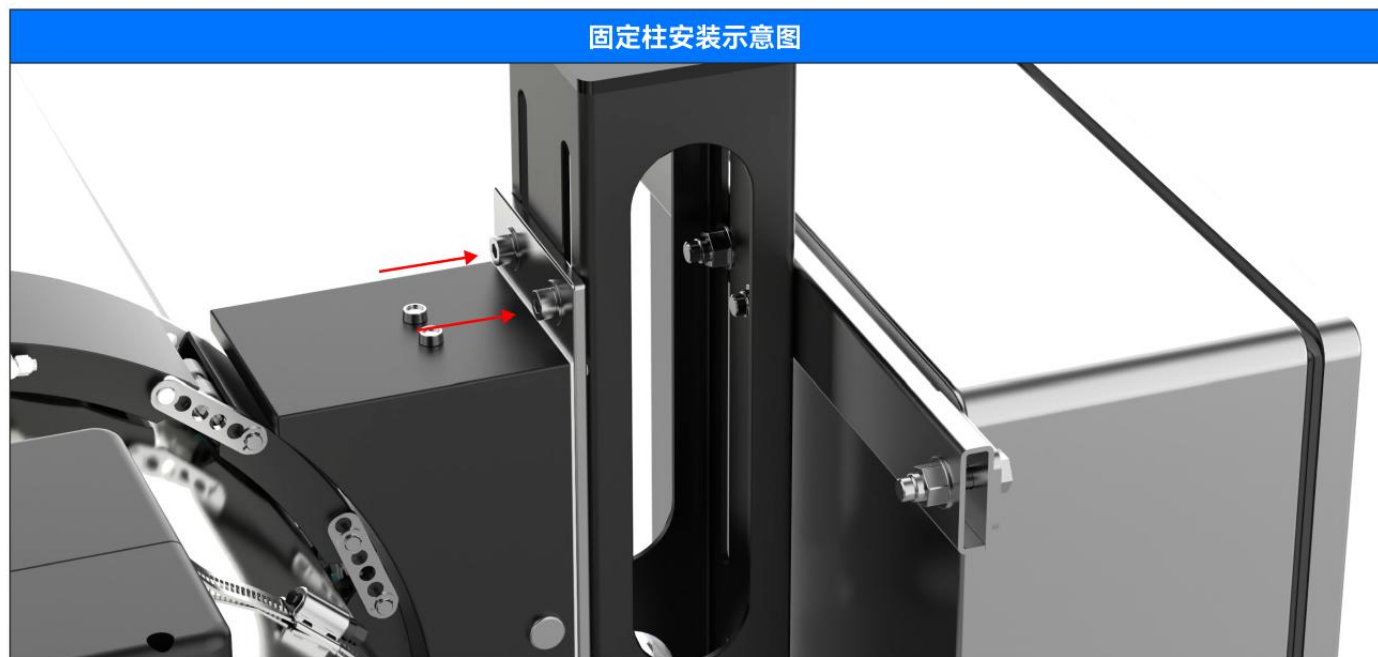

图3.40
5.将定子安装螺母和螺栓完全拧紧至安装柱和安装柱底板M16螺栓。安装柱两侧有较大的孔，便于工具进入，如图3.40。